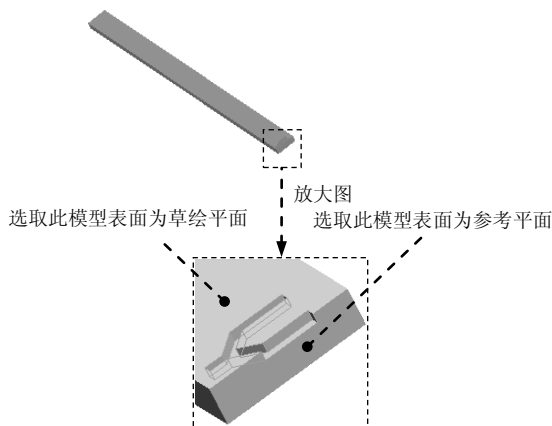
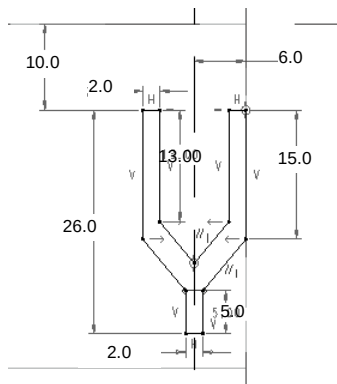

图 4.5.4 拉伸特征 2
图 4.5.5 截面草图
Step3. 创建图 4.5.4 所示的拉伸特征 2。在操控板中单击“拉伸”按钮 ，单击“移除材料”按钮 ；选取图 4.5.4 所示的草绘平面和参考平面，方向为 ；绘制图 4.5.5 所示的截面草图，定义拉伸类型为 ，输入深度值 3.0，单击  按钮，完成拉伸特征 2 的创建。